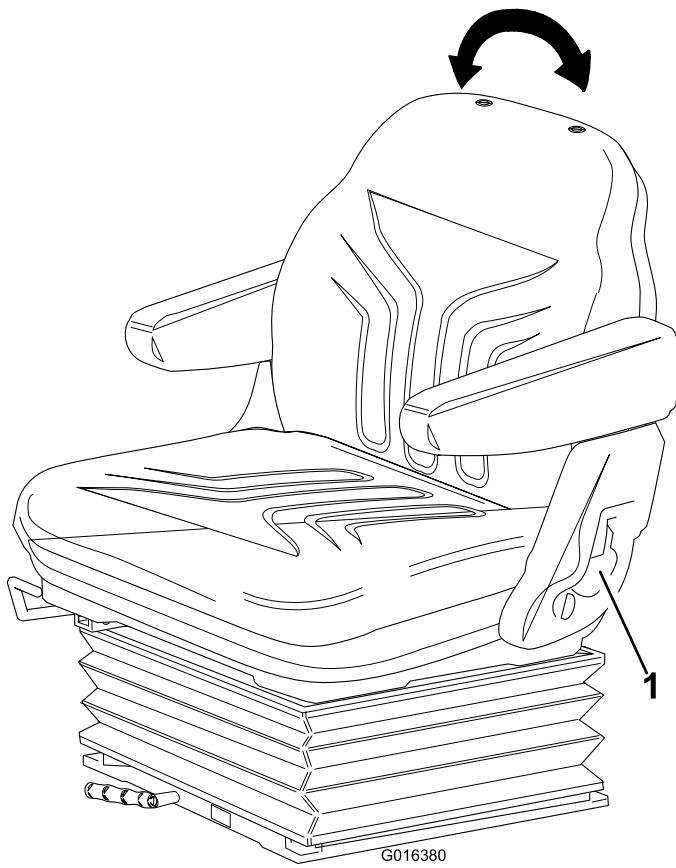

Figura 25
- Tire de la palanca hacia fuera para ajustar el ángulo del respaldo del asiento (Figura 25).